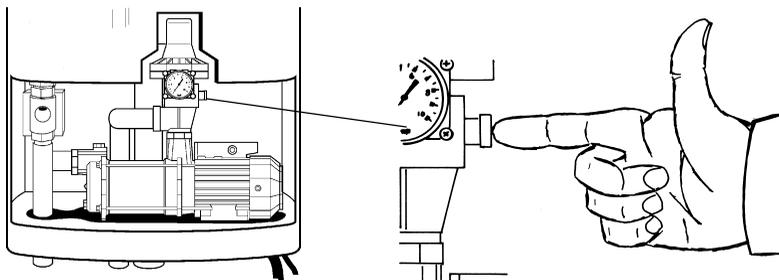

Bild 22
- Am KIT den roten Knopf drücken und gedrückt halten, siehe Seite 14, Bild 22, bis sich selbständig ein Druck von mindestens 1 bar aufbaut.